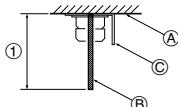

Fig. 3-4
3.2.5. Préparation de l'appareil intérieur (Fig. 3-4)